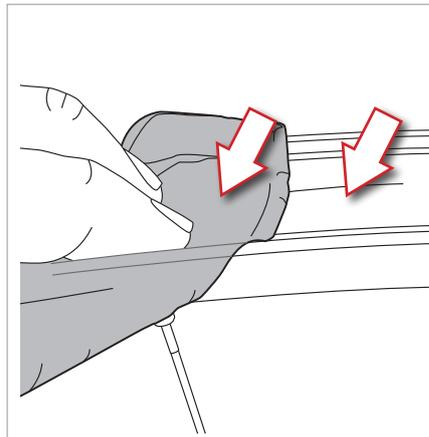

Fig.2
- Utilizando un trapo y alcohol isopropílico, limpie y desengrase perfectamente la llanta a lo largo de toda la superficie interna de la ranura central y de los flancos internos de la llanta, donde apoyarán los talones de la cubierta (Fig. 2).